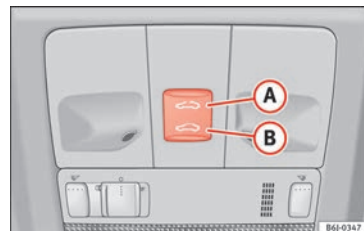

Fig. 11
- Apertura: premere solo una volta il tasto » **fig. 11 A**. Mantenendolo premuto, si apre fino alla posizione desiderata.
» **fig. 11 B**. Mantenendolo premuto, si chiude fino alla posizione desiderata.